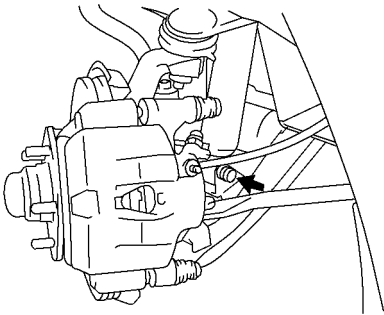

图 14-82 将减振器连接到下悬架臂上
2) 用螺栓将减振器连接到下悬架臂上，如图 14-82 所示。